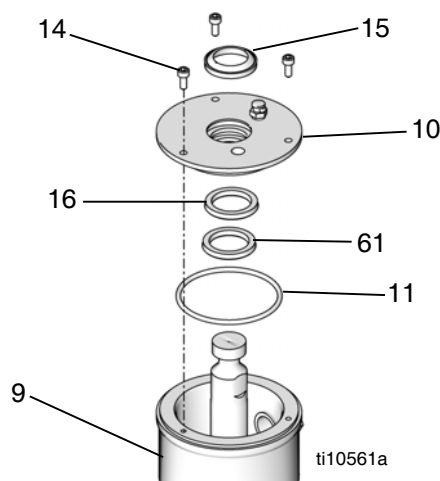

図 5
5. 封入接液カップ (9) 付きの置換ポンプの場合には、3本のネジ (14) を M4 六角レンチでゆるめて接液カップカバー (10) から取り外し、カバーを取り外しします。接液カップ (9) 内の液体を捨て、清掃します。図 5 を参照してください。
6. 封入接液カップ (9) 付きの置換ポンプの場合には、Oリング (11) を Oリングピックで取り外し、スナップリング (61)、ワイパー (15) とシール (16) をマイナスドライバーで取り外します。